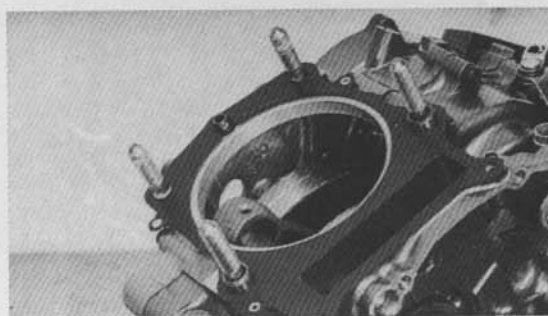

Bild 155
-  Kolbenringe einzeln in Zylinder schieben und 20 mm unter Zylinderoberkante rechtwinklig zur Zylinderbohrung mit Kolben ausrichten. Mit Fühlerlehre Stoss-Spiel ausfühlen (Bild 155). Sollwert erster und zweiter Kolbenring: 0,30 bis 0,45 mm, Ölabstreifung 0,20 bis 0,70 mm.